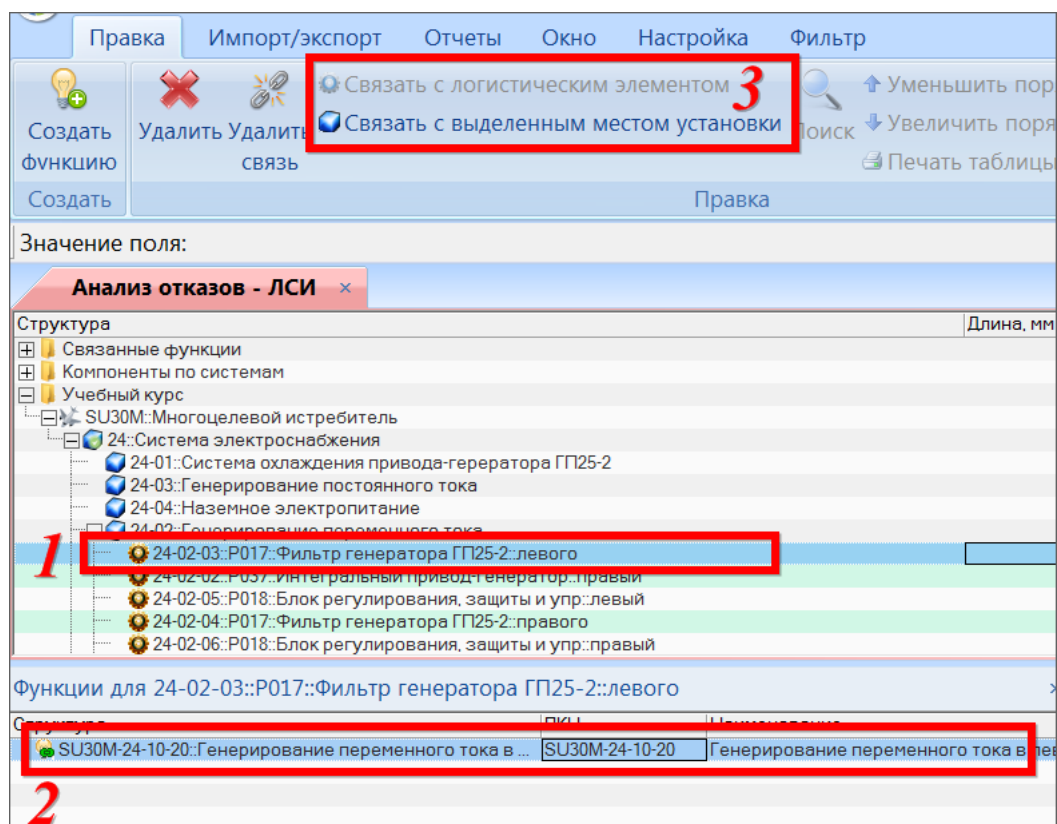

Рис. 10-309 – Установление связи функции с определенным местом установки компонента в ЛСИ
2) В окне «Анализ отказов – ЛСИ» выбрать элемент ЛСИ (1 на рис. 10-309). В этом окне элементы ЛСИ, эксплуатируемые по методу ТЭР, выделены зеленым цветом.